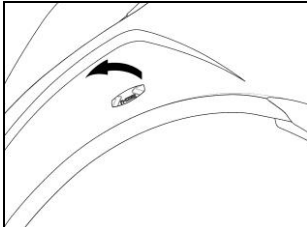

Fig. 24
- Quitar el tapón N-Com colocado en la parte izquierda del casco. Para facilitar la operación se recomienda empujar el tapón desde el interior del casco (Fig. 24).